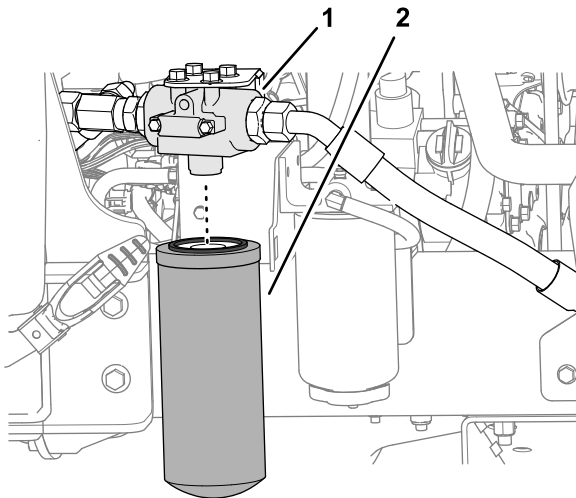

Figure 73
3. Sur le côté gauche de la machine, nettoyez la surface autour de la tête du filtre et placez un bac de vidange sous le filtre (Figure 73).
4. Déposez le filtre de retour (Figure 73).
6. Montez le filtre sur la tête de filtre et serrez-le à la main jusqu'à ce que le joint touche la surface de montage, puis serrez-le encore d'un demi-tour (Figure 73).